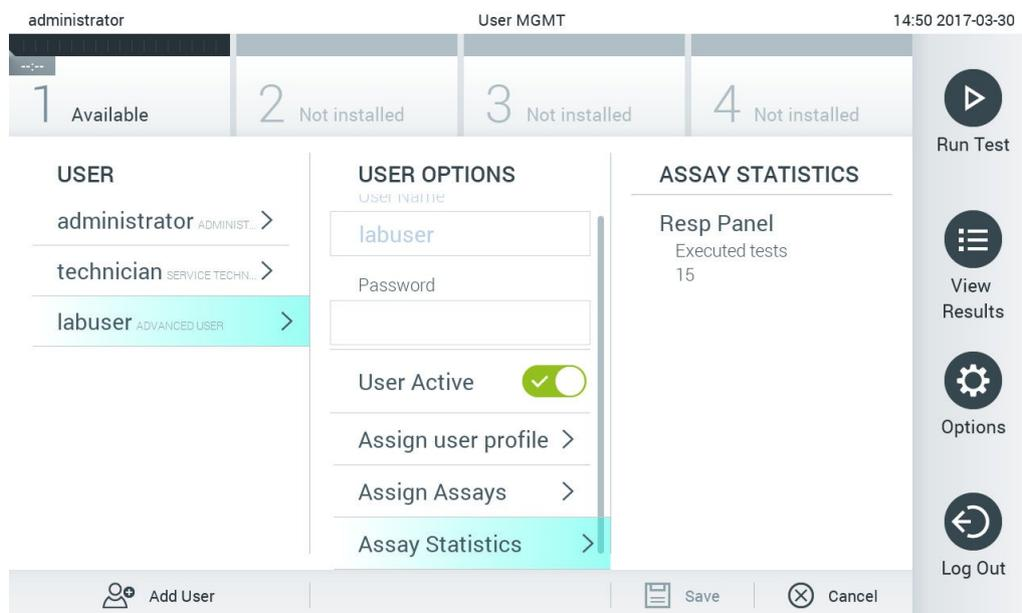

図 56. アッセイの統計を表示。
- **Assay Statistics**（アッセイの統計）：選択したユーザーがアッセイを実行した回数を表示します（図 56）。